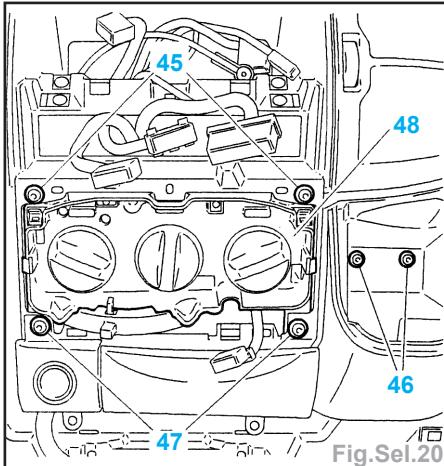

Fig.Sel.20
- Déposer (Fig.Sel.20) :
- les vis (46),
- les commandes de climatisation (48).